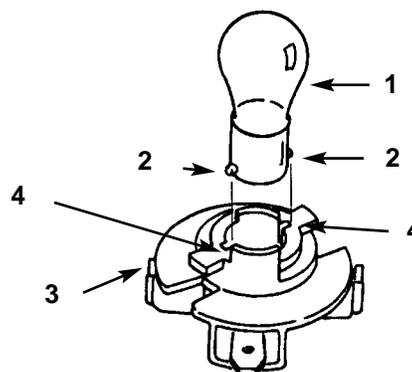

Figure 20
4. Appuyer sur l'ampoule et la tourner dans le sens anti-horaire jusqu'à ce qu'elle s'arrête (approx.  $\frac{1}{4}$  de tour) et la déposer du porte-ampoule (Fig. 20).
1. La base de l'ampoule est munie d'ergots métalliques. Aligner les ergots avec les encoches du porte-ampoule et installer la base dans le porte-ampoule (Fig. 20). Pousser sur l'ampoule et la tourner dans le sens horaire jusqu'à ce qu'elle s'arrête.